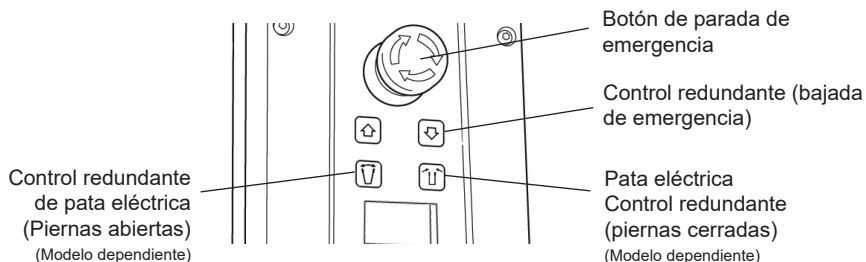

Fig. 8
6. Sujete la batería dentro del panel de control y asegúrese de que el botón de parada de emergencia, ubicado en el control, esté en posición hacia fuera (ON/Encendido) tras girarlo hacia la derecha (Fig. 8).